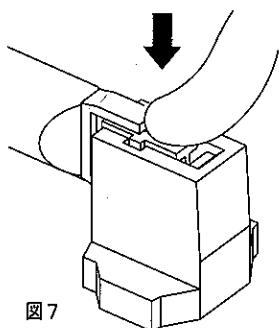

図7
2. ランプのセラミック部(白い部分)を片側ずつ指で押してください。(図7)